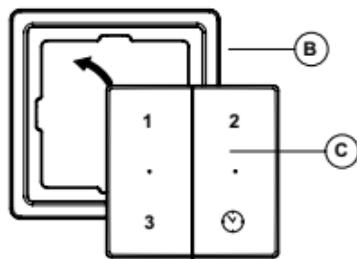

Fig. 5.
2. Inserire l'interruttore wireless C (fig.5) nella cornice B, in modo che si incastri.